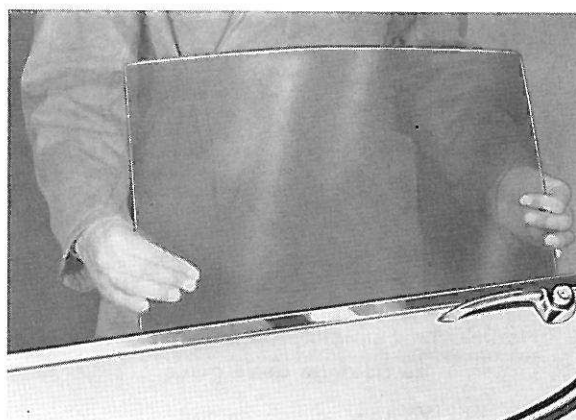

Figure 24. Dépose de la glace
3. Retirer la glace vers l'arrière et la rabattre vers l'intérieur de la voiture pour la dégager de la glissière du mécanisme du lève-glace (figure 24).